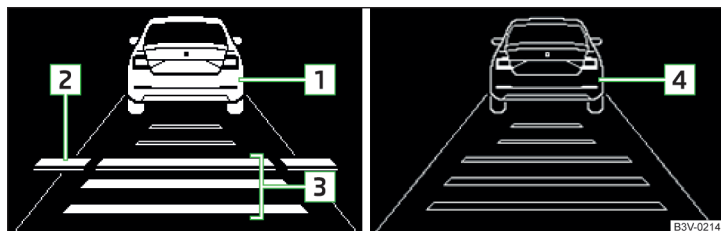

Fig. 283 Pantalla del cuadro de instrumentos combinado: Ejemplo para la pantalla de la ACC
**Pantallas ACC » fig. 283**
En la pantalla del cuadro de instrumentos combinado aparece la línea **[2]** » **fig. 283 de la pág. 248** que señala el desplazamiento de la distancia.